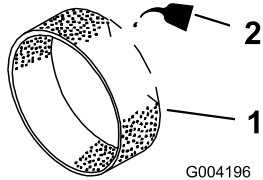

図 40
- 乾いたら新しいエンジンオイルを 3-60 ml 含ませる(図 40)。